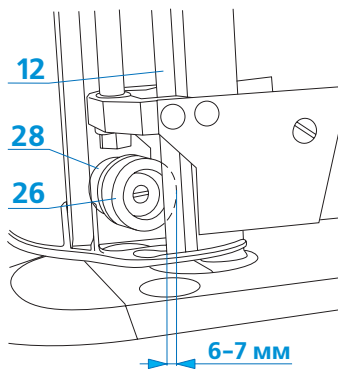

Рис. 14 Регулирование плеча плитками
- соединить плечо (28) с камнем, чтобы заточный камень был установлен по отношению к лезвию ножа так, как показано на рис. 14,
- закрутить два винта (31).
Внимание! Положение заточного камня (26) и плеча заточного устройства с плитками (20) по отношению к краю ножа (12), показанное на рис. 14 и 15, должно быть сохранено в течение всей эксплуатации раскройной машины. Если в результате износа ножа (12) положение этих элементов заточного устройства изменится, отрегулировать их положение, как показано в части "Замена заточного камня". Заточной камень и плитки не должны касаться друг друга во время эксплуатации.